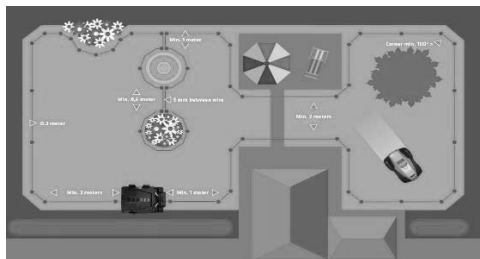

Figura 1
- Não faça cantos perpendiculares (90°). Os cantos devem ter no mínimo 100° (figura 1 – pág. 61);
Coloque a estação de carregamento como indicado no esboço (figura 1) e insira o primeiro espigão. Tenha atenção em reservar 0.5m de fio, para usar na instalação final da estação de carregamento.